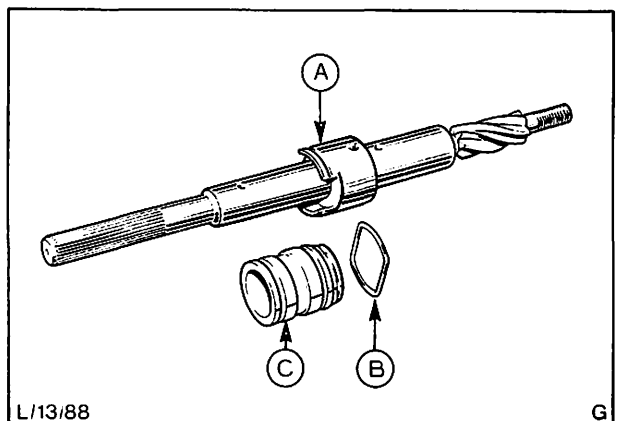

Abb. 36 Steuerventil zerlegt
33. Steuerventil auf die Ritzelwelle aufziehen und mit Sprengring sichern, Abb. 36. Darauf achten, daß Sprengring „B“ in die untere Nut des Steuerventils „C“ einrastet.